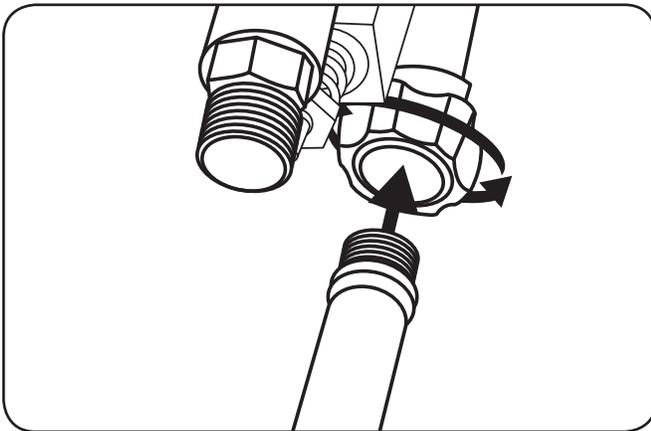

Figure 5-2
5. Conecte el suministro de agua a la entrada de la bomba. Ver la Figure 5-2.